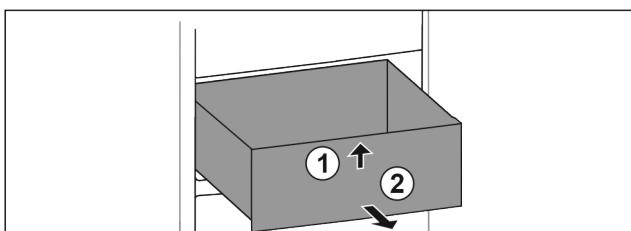

Fig. 75
- Nadvihnite zásuvku vpred. Fig. 75 (1)
- Odoberte zásuvku dopredu. Fig. 75 (2)